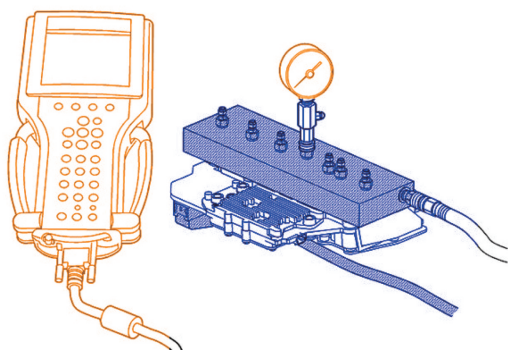

图 3-3-21 连接 DT-48616-10 线束
- 5) 如图 3-3-21 所示，将 DT-48616-10 线束连接至车辆和控制电磁阀（带阀体和变速器控制模块）总成。